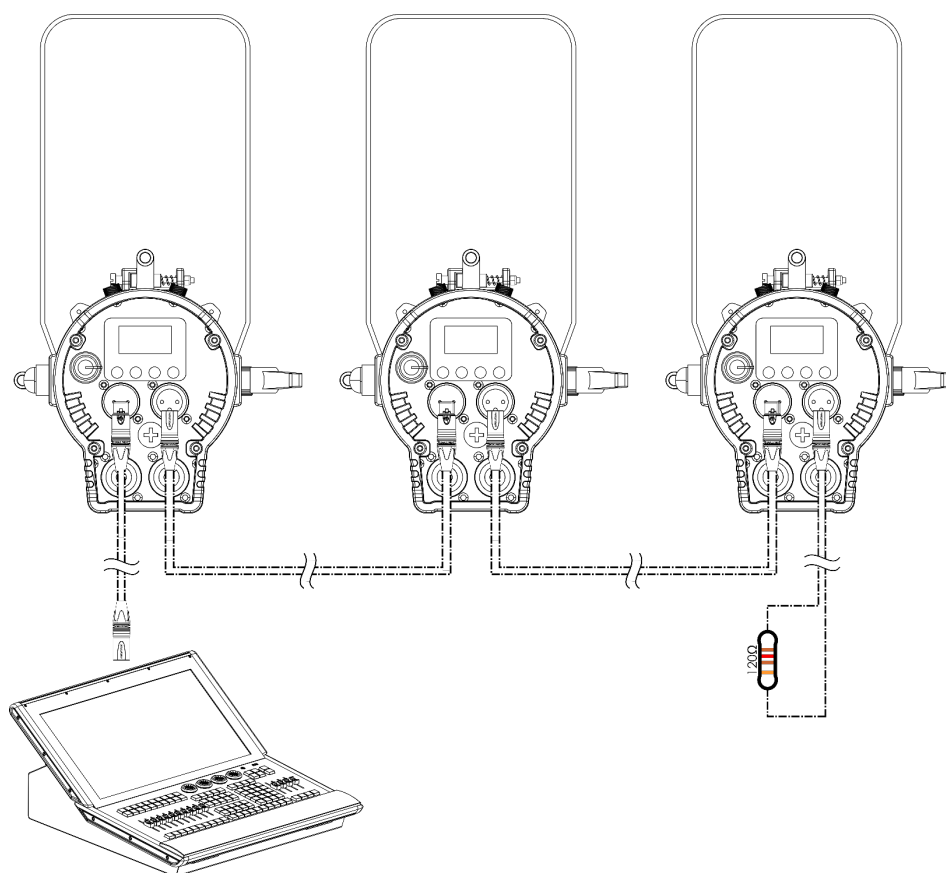

Fig. 25
- 03) Ripetere il punto 2 per collegare tutti i dispositivi in una catena a margherita, come illustrato nella Fig. 25.